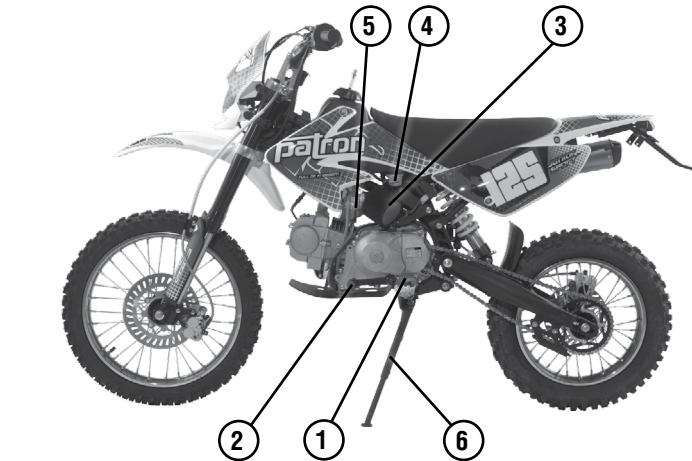

Рис. 2 Вид слева
**Педаль переключения передач** (рис. 2, поз.2) расположена рядом с левой подножкой водителя. Для включения нейтральной передачи нажмите на рычаг сцепления и нажатиями носком ноги на педаль переведите ее в крайнее нижнее положение. Первая, вторая, третья и четвертая передачи включаются из нейтрального положения последовательным подъемом педали носком ноги вверх. Переключение с высшей передачи на низшую, вплоть до нейтральной, осуществляется нажатием на педаль вниз.
**Боковой упор** (только Enduro и Motard) (рис. 2 поз. 6). Для того чтобы использовать боковой упор, отведите его ногой в сторону до конца. Перед запуском двигателя возвратите боковой упор в исходное положение.